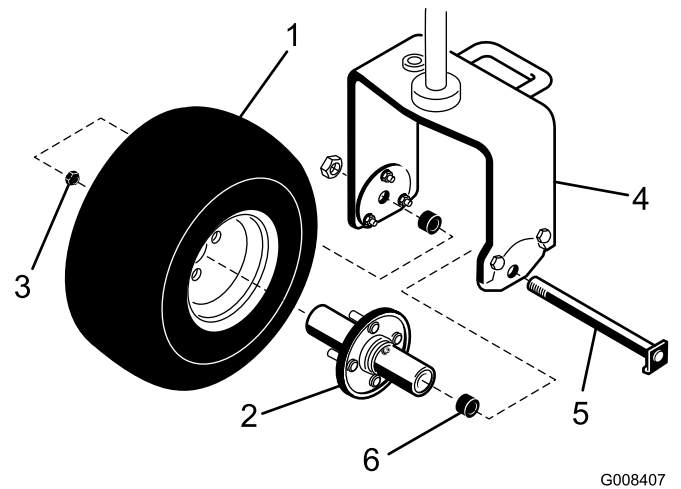

Bild 3
1. Montieren Sie die Radnabe mit vier Befestigungsmuttern an der Hinterradfelge (Bild 3). Ziehen Sie die Muttern auf 95-122 Nm fest.
2. Nehmen Sie die Radschraube und Sicherungsmutter aus den Radbefestigungslöchern an der hinteren Laufradgabel (Bild 3).
5. Positionieren Sie die Krümmung des Schraubenkopfs unter die untere Kante der Adapterplatte (Bild 3). Setzen Sie die Sicherungsmutter ein und ziehen Sie sie an, um das Rad an der Laufradgabel zu befestigen. Ziehen Sie die Sicherungsmutter nicht zu fest an, da sich das Rad frei drehen muss.